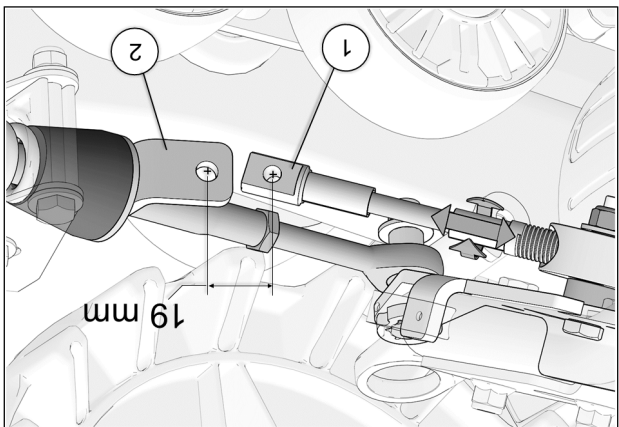

Fig. 23
17. Obtenir une distance de 19 mm [ $\frac{3}{4}$  po.] du centre de l'extrémité du câble (1) au centre de l'extrémité du support de fixation (2). Voir la Fig. 23